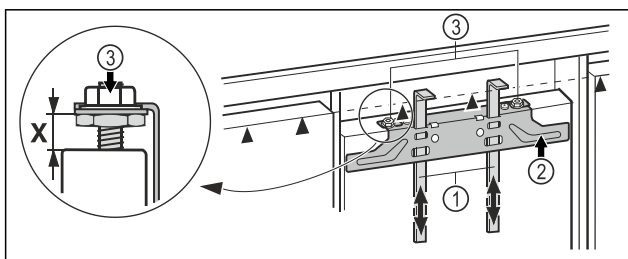

Fig. 44
- Csúszassa fel a szerelési segédeszközöket Fig. 44 (1) a szekrényajtó magasságába. A szerelési segédeszköz  $\blacktriangle$  alsó éle = a felszerelendő szekrényajtó felső éle.
- Csavarozza le a rögzítő kereszttartót Fig. 44 (2) az ellenanyák Fig. 44 (3) felett.